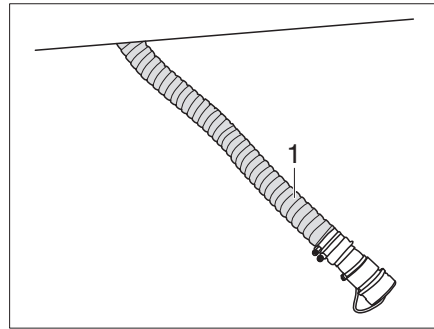

Fig. 353 Svuotamento della cassetta della toilette sminuzzatrice
- Sganciare il tubo flessibile di svuotamento (Fig. 353,1) da sotto il veicolo e condurlo nel punto di smaltimento.
- Lasciare il tubo flessibile di scarico (Fig. 353,1) nel punto di smaltimento.
- Riporre il tubo flessibile di svuotamento (Fig. 353,1) sotto il veicolo.